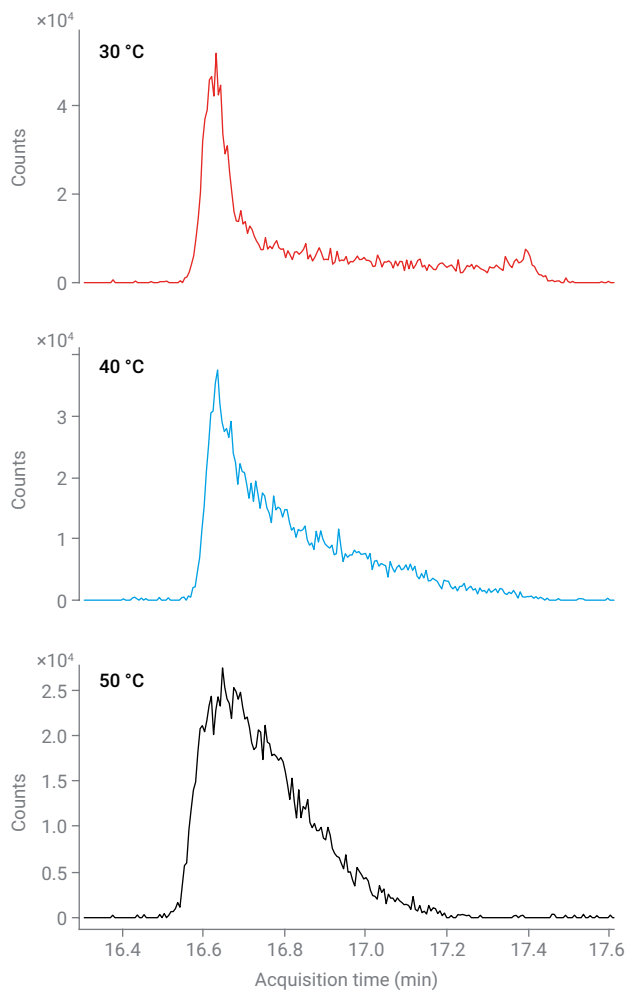

図 4. 30、40、および 50 °C における、ペプチド TVAAPSVFIFPPSDEQLK の分離ピーク形状の比較。50 °C 未満の温度では、ピークテーリングが大きくなります。
- プロリン豊富なペプチド：プロリン豊富なペプチド TVAAPSVFIFPPSDEQLK の分離ピーク形状は、カラム温度によって変化します。カラム温度が 50 °C 未満の場合、ピーク幅が広くなり、分析シーケンスにおいて、カラム温度が一定であることを確認することができます (図 4)。